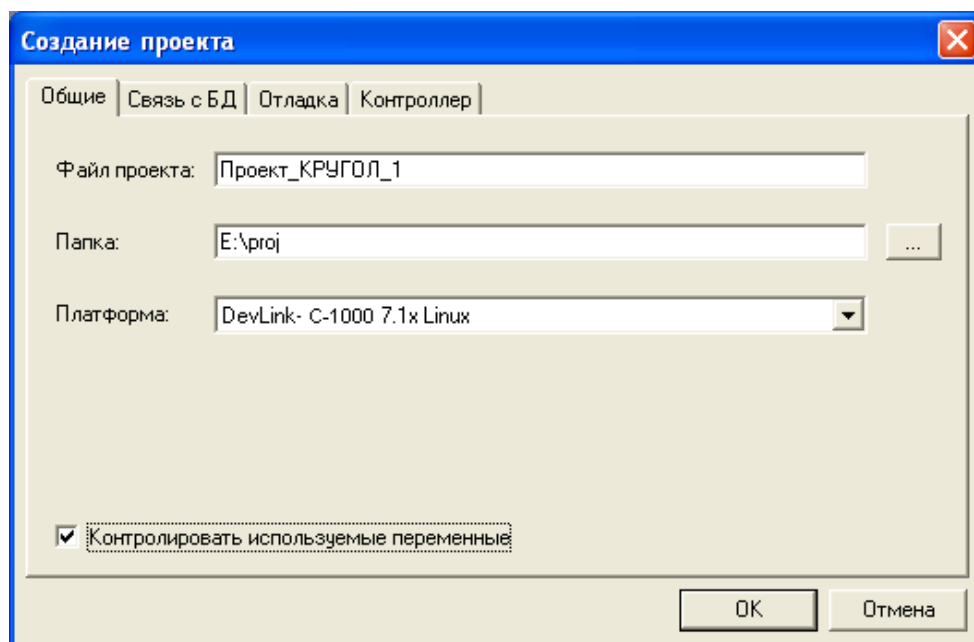

Рисунок 2.1 – Окно «Создание проекта»
- 2 В окне «Создание проекта» (рисунок 2.1) задать необходимые характеристики проекта
- 3 Вкладка «Общие» (рисунок 2.1). Ввести имя создаваемого проекта (поле «**Файл проекта**»), путь к каталогу, в котором он будет расположен («**Папка**»), и целевую платформу, которая выбирается из списка доступных платформ («**Платформа**»). Платформу необходимо указать ту, на которой будет функционировать созданный алгоритм пользователя. Параметр «Контролировать используемые переменные» влияет на режим трансляции проекта. Если данный параметр установлен, то транслятор проверяет наличие в базе данных всех используемых в проекте переменных